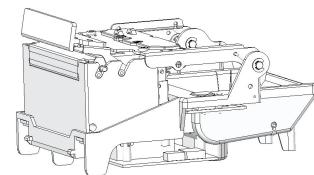

图28
- 3) 把所卡的纸取出后，重新进行装纸操作便可（图28）。